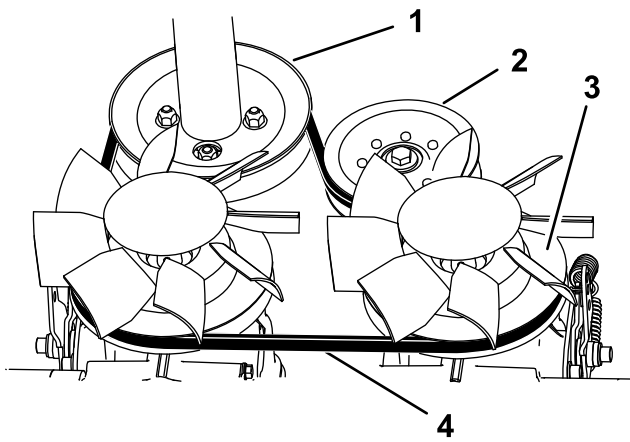

Figure 43
9. Acheminez la courroie neuve autour de la poulie du moteur et des 2 poulies de transmission (Figure 43).